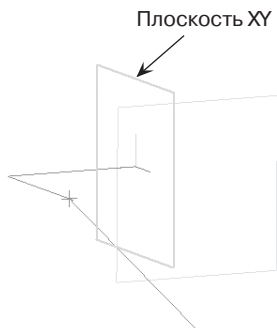

Рис. 416
- в **Дереве** построения щелчком ЛКМ укажите **Плоскость XY** (эскиз сечения должен быть построен на плоскости, перпендикулярной плоскости направляющей) – рис. 416;